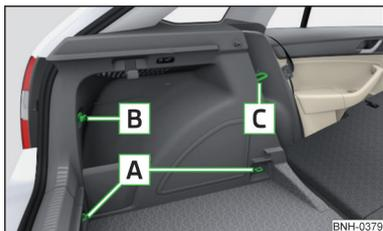
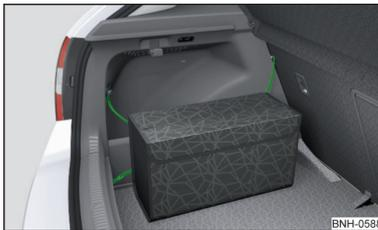

Fig. 89
Fig. 92
### Vista general de los elementos de sujeción » fig. 89
- La argolla de amarre **A** » fig. 89 de la pág. 86 no pueden utilizarse para la fijación de redes, cuando el suelo de carga variable se encuentra en la posición superior » pág. 911).
El bolso » fig. 92 se puede fijar en los elementos de fijación **A**, **B** y **C** » fig. 89 de la pág. 86.